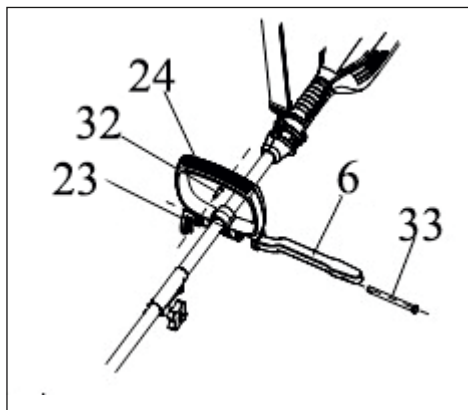

Рис. 4
- Вставьте болт крепления дополнительной рукоятки (рис.4 поз.33) в отверстие ограничителя рукоятки (рис.1 поз.6) и дополнительной рукоятки (рис.4 поз.24).
- Вставьте палец фиксатора (рис.4 поз.32) в отверстие в болте (рис.4 поз.33) и надежно затяните его.